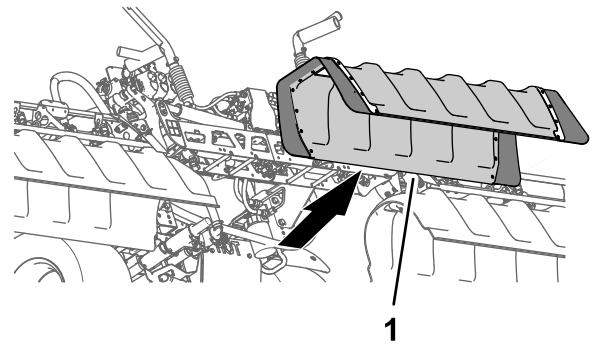

Figure 28
2. Déposez le couvercle de la section centrale de la machine (Figure 28).